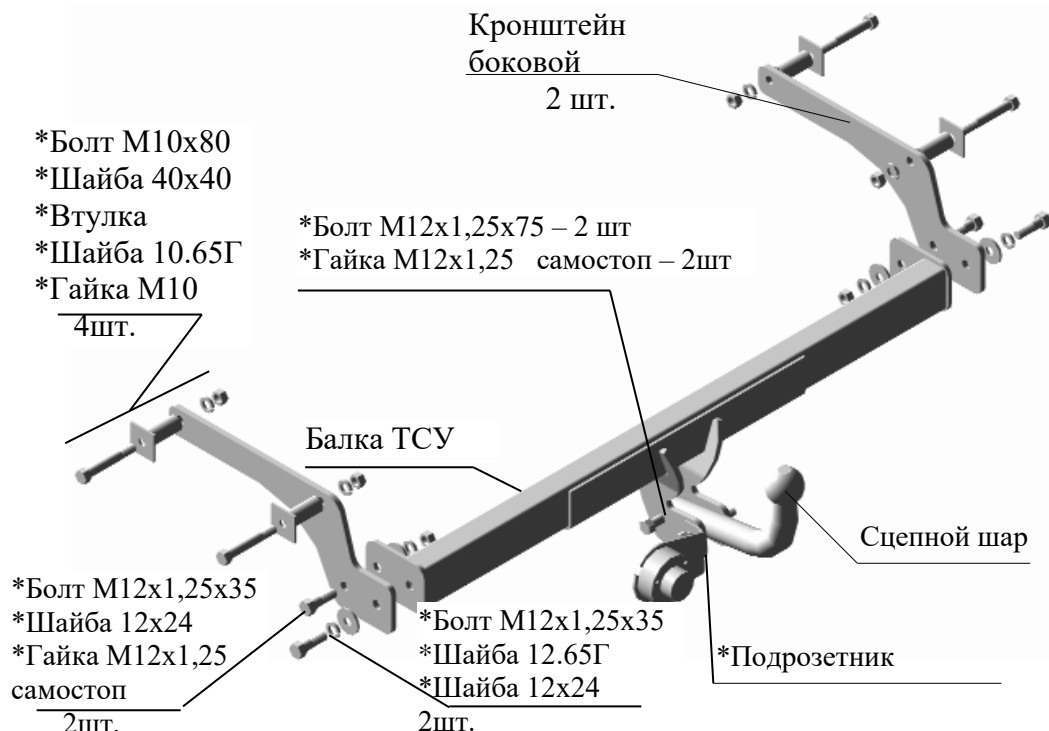

Рис.1 Тягово-сцепное устройство ТСУ 9010 Рено Логан.
2.1 ТСУ 9010 в сборе (рис.1)	1 шт.
2.2. Пакет комплектующих ( рис.1)
- 4.4 Закрепить балку ТСУ к боковым кронштейнам, соответственно рис.1.
4.5 Закрепить сцепной шар и подрозетник к кронштейнам балки, соответственно рис.1